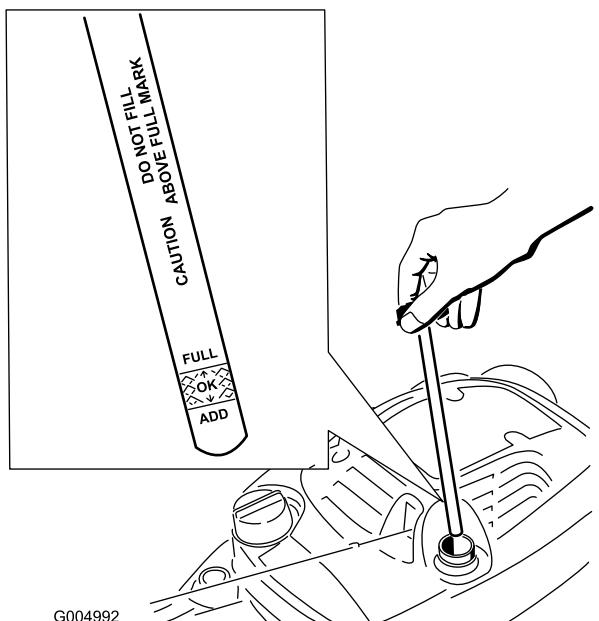

Figure 33
2. Retirez la jauge (Figure 33).